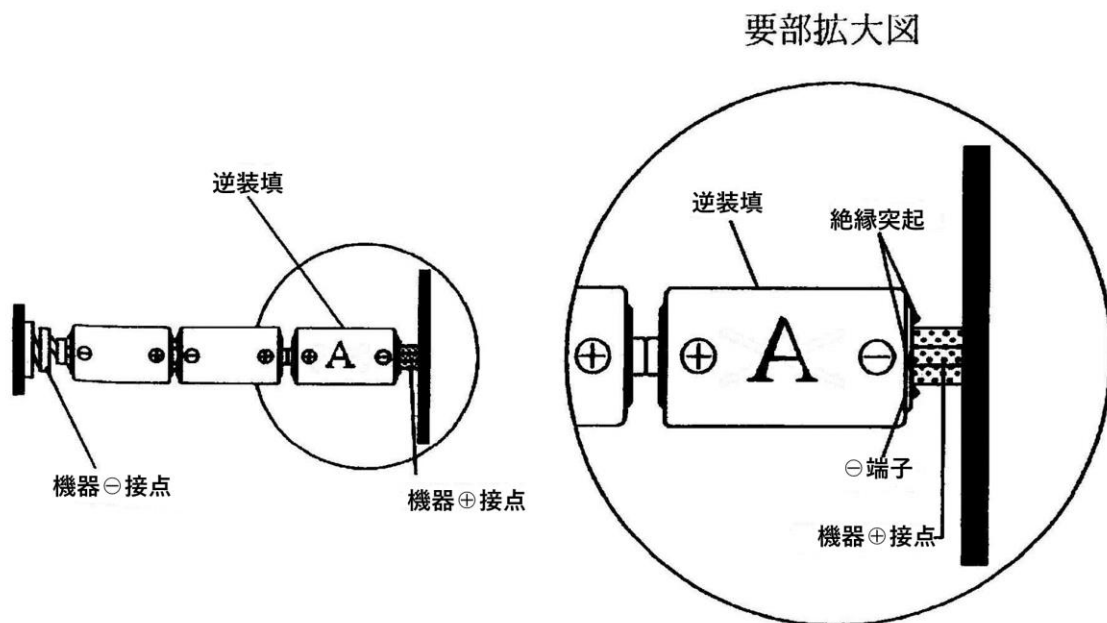

図5 電池の逆装填通電防止対策の無効例
**2)**の対策では電池の⊖端子同士が接触する逆装填の場合には有効ですが（**図4**参照），電池の⊖端子同士が接触しない状態の逆装填（例：逆装填によって電池の⊖端子が直接機器の⊕接点に接触する場合）には，電氣的接続を防止する事はできません（**図5**参照）。